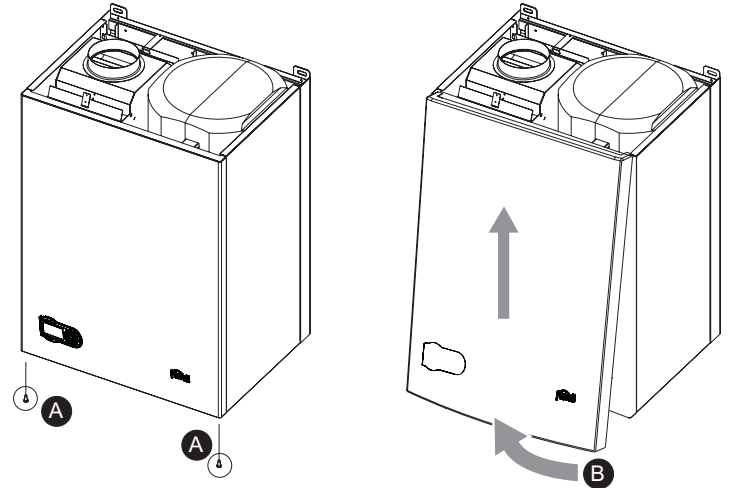

рис. 21 - Демонтаж кожуха
- Отвинтите винты "А" (см. рис. 21).
- Поверните кожух (см. рис. 21).